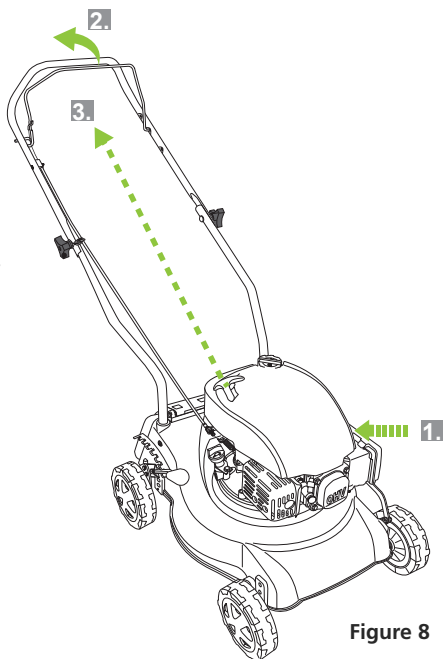

Figure 8
2. Repérez l'amorceur de carburant (Fig. 8, point 1).